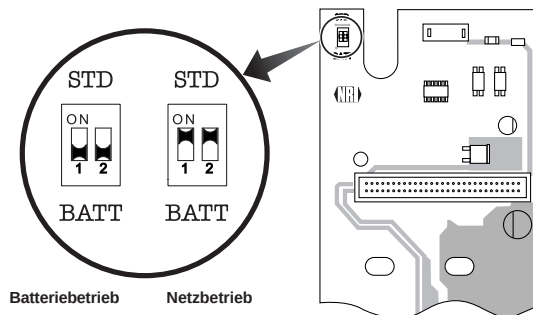

Abb. 9: Netz- oder Batteriebetrieb auswählen
- 2 Für den Standard-Netzbetrieb die zwei DIL-Schalter oben links auf der Platine mit einem spitzen Gegenstand nach oben auf STD setzen, für den Batteriebetrieb nach unten auf BATT (s. Abb. 9).